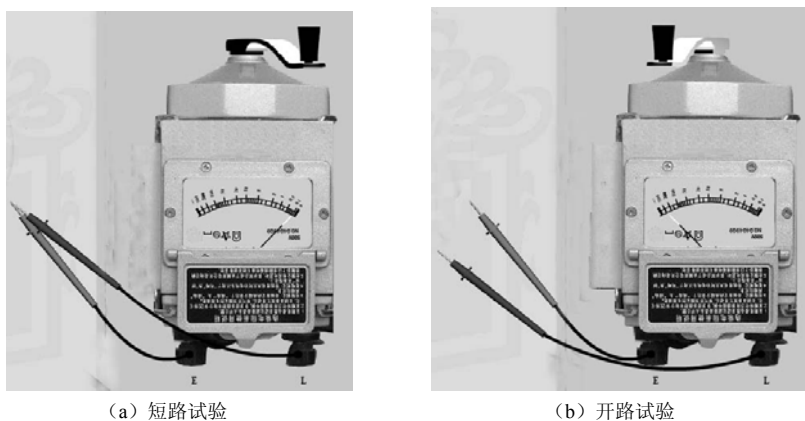

图 2-50 兆欧表校验
(2) 测量前应对兆欧表进行校验，即做一次开路试验（测量线开路，摇动手柄，指针应指于“ $\infty$ ”处）和一次短路试验（测量线直接短接一下，摇动手柄，指针应指“0”），两测量线不准相互缠交，如图 2-50 所示。